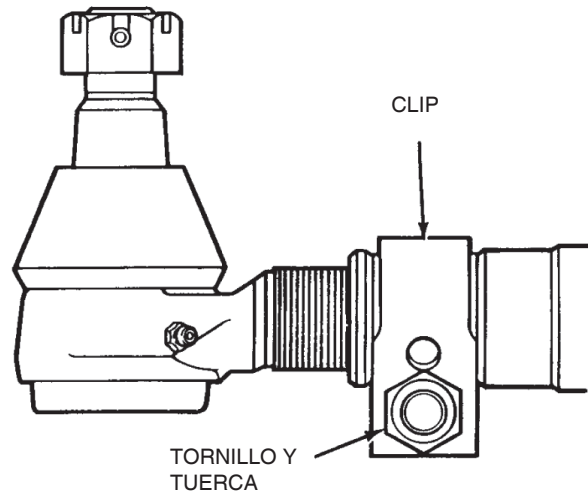

Figura 40
6. El clip puede ser girado para facilitar la remoción de la tuerca y tornillo. Figura 40.